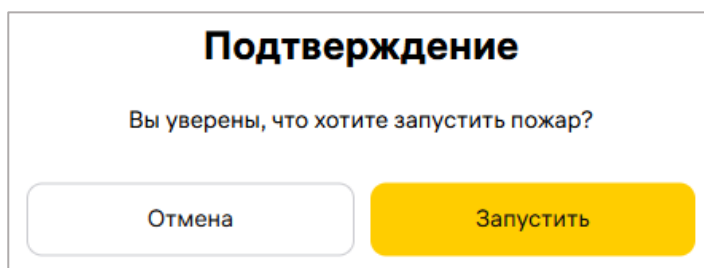

Рисунок 17 – Окно подтверждения запуска пожара
3. Для запуска пожара на ППК необходимо нажать на кнопку «Пуск пожара». После чего появится окно подтверждения, в котором нужно выбрать «Запустить» (рисунок 17). После подтверждения статус ППК изменится на «Пожар», а индикация ППК будет соответствовать состоянию «Пожар» согласно таблицам 1-3. Для отмены действия нажать кнопку «Отмена».